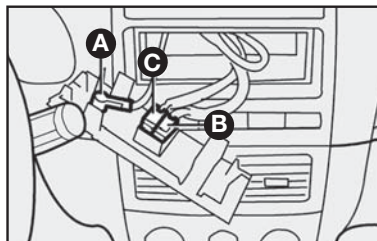

fig. 149
- Cables para la alimentación de la radio **C-fig. 149**.
- Cables para los altoparlantes y tweeters **B-fig. 149**.
- Cable para antena de techo **A-fig. 149**.
- Cable para la alimentación de la radio **C-fig. 149**.
- Cable para altoparlantes delantero y trasero **fig. 149**.